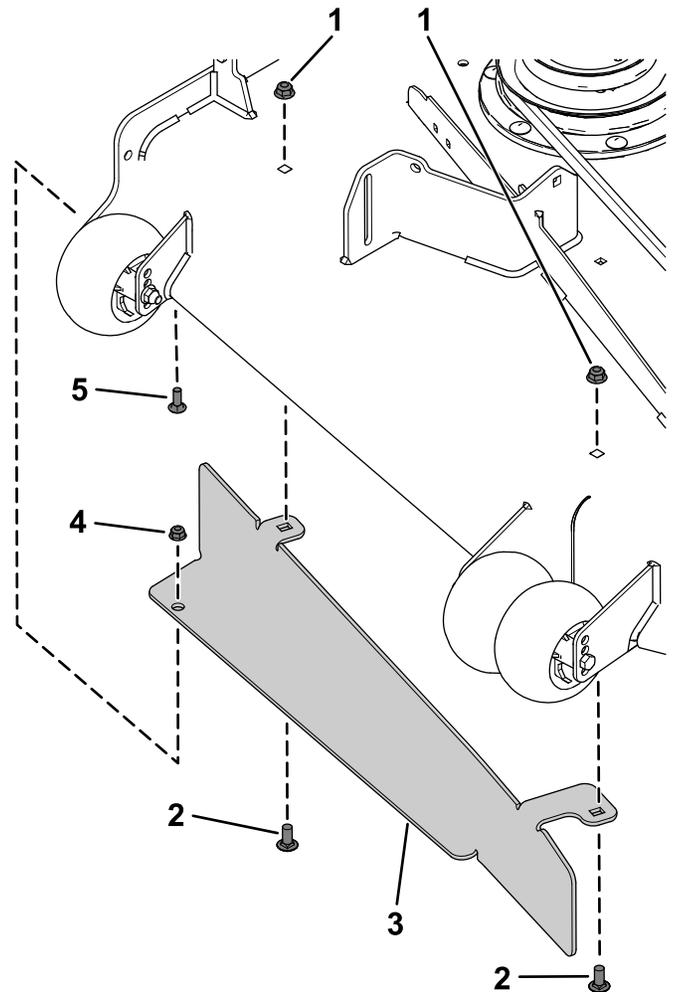

Figure 24
2. Fixez le déflecteur à l'aide du boulon de carrosserie (5/16" x 7/8"), de l'écrou à embase (5/16"), des 2 boulons de carrosserie (3/8" x 7/8") et des 2 écrous à embase (3/8"), comme montré à la Figure 24.